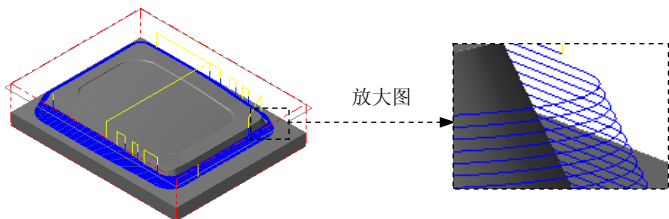

图 5.21 刀具路径
(1) 在“曲面精加工等高外形”对话框中单击 **等高外形精加工参数** 选项卡, 在 **Z 轴最大进给量** 文本框中输入值 0.5; 在 **整体误差 (T)...** 文本框中输入值 0.005。
(2) 在 **封闭式轮廓的方向** 区域中选中 **顺铣** 单选项, 在 **开放式轮廓的方向** 区域中选中 **双向** 单选项。
(3) 在 **两区段间的路径过渡方式** 区域选中 **沿曲面** 单选项以及“曲面残料粗加工”对话框左下方的 **✓ 切削顺序最佳化** 复选框, 其他参数接受系统默认设置值。
Step9. 单击“曲面精加工等高外形”对话框中的 **✓** 按钮, 完成加工参数的设置, 此时系统将自动生成图 5.21 所示的刀具路径。